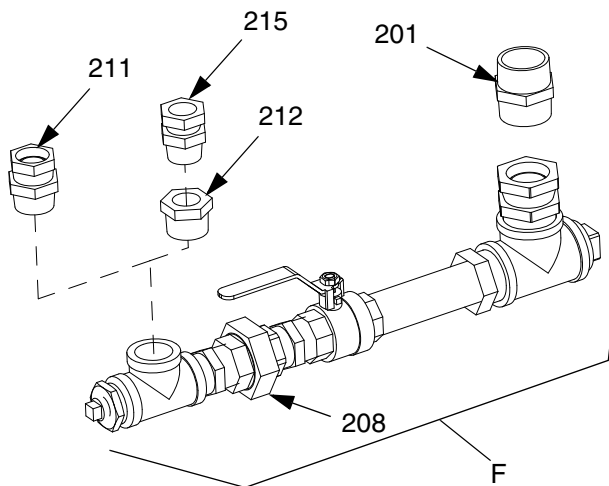

FIG. 7: Anslutning av vätskeutloppsensheten till den nedre delen
4. Lossa skarvkopplingen (208).
5. Anslut svivelkopplingen (211 eller 215) till pumpens fotventil. Se FIG. 7.
6. Applicera rörtätningspasta på nippelgängornas ena ände (201) och montera den änden i botten på fathållaren (D).
9. Dra åt skarvkopplingen (208) och se till att vätskeutloppsensheten ligger rätt placerad. Se FIG. 7 på sidan 10.